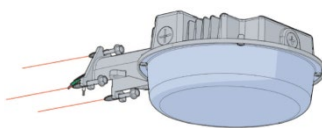

Figure 1
1. Marquez et percez les trous appropriés pour les fentes de vis du luminaire (Figure 1). Des vis de décalage pour le montage sur des surfaces en bois sont fournies, pour d'autres surfaces de montage, utilisez du matériel approprié fourni par d'autres.